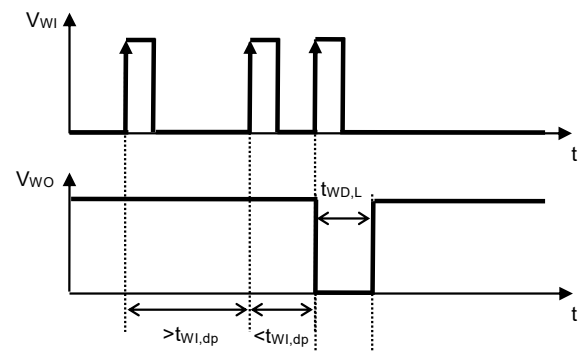

図11 ウォッチドッグダブルパルス検出時間
- *3. ウォッチドッグタイマがトリガ信号の検出を開始してから、 $t_{WI,dp}$ 経過前までに再びトリガを検出し、WO端子出力が "L" に変化するまでの時間 (図11参照)。この値は C_{DLY} で変更可能です。